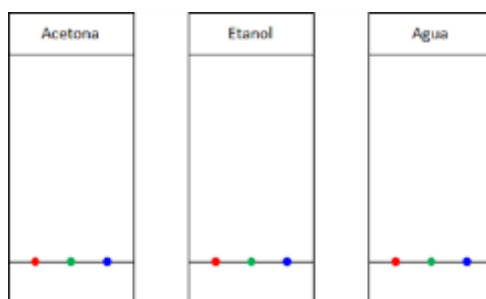

Figura 3.
3. Marque en la parte inferior de cada papel tres puntos de diferentes colores (figura 3) con ayuda de los plumones de tinta permanente.